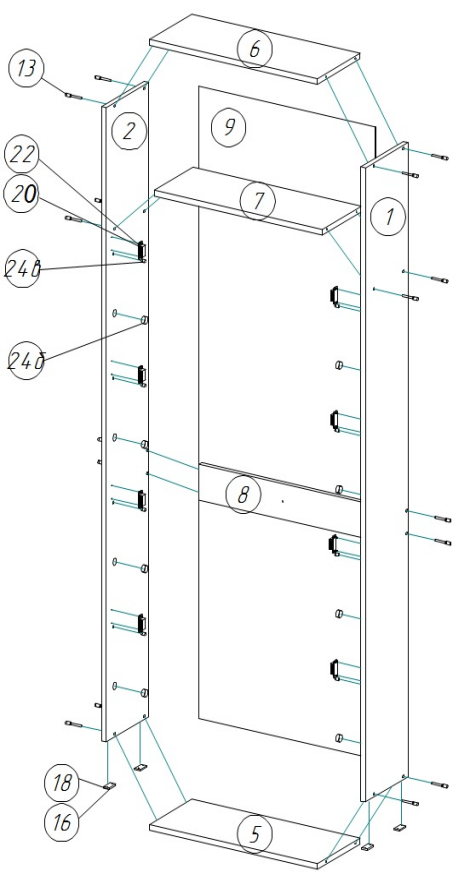

Рис.1 Сборка корпуса обувницы
1. Прикрепить гвоздями (16) подпятники (18) к боковинам (1,2) на расстоянии 20-30 мм от краев.
2. Собрать корпус обувницы в соответствии с рисунком 1. Установить магнитные защелки (22): прикрепить на боковины (1,2) магниты саморезами 3x16 (20) и к фасадам (3) ответные планки саморезами 3x16 (20) (рисунок 1 и 6). Установить втулки (24б) в соответствующие отверстия диаметром 20 мм на боковинах (1,2). Установить штифт-упор (24в) в отверстие диаметром 8 мм на боковинах (1,2).
3. Выверить прямоугольность корпуса обувницы (равные диагонали). Закрепить заднюю стенку (9) к корпусу обувницы согласно рисунку 2 гвоздями (16).